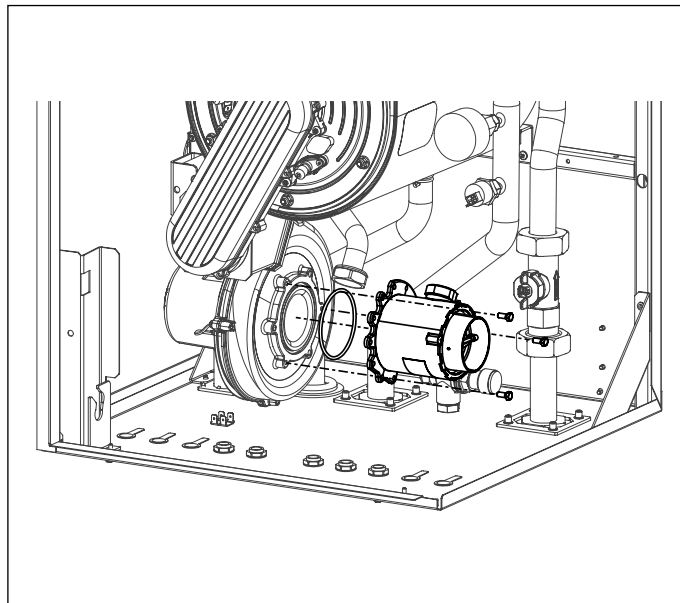

Рис. 38 Змішувач
- Зняти змішувальний вузол, відкрутивши три гвинта з циліндричною головкою(дивись Рис. 38 Змішувач).
- Закріпіть вузол підмісу на вентиляторі за допомогою болтів з циліндричною головкою під шостикутник, не забуваючи встановити між ними кільцевий ущільнювач (див. Рис. 38 Змішувач).